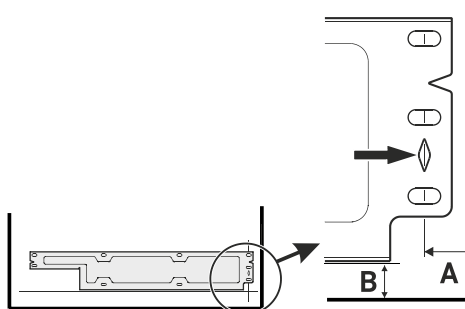

Fig. 33
- Spodní upevňovací úhelník vyrovnejte s čarami Fig. 33 (A) a Fig. 33 (B). Namontujte pomocí nejméně šesti šroubů 4x16.